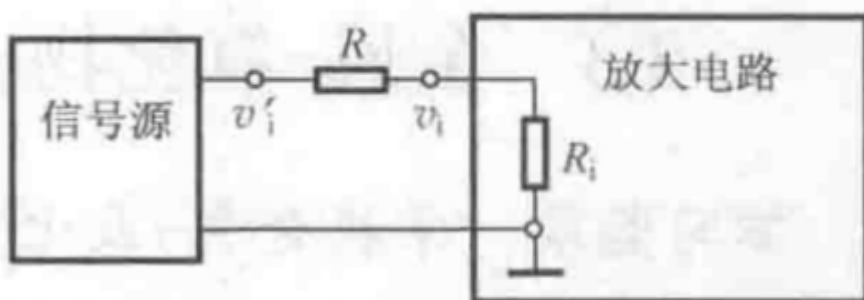
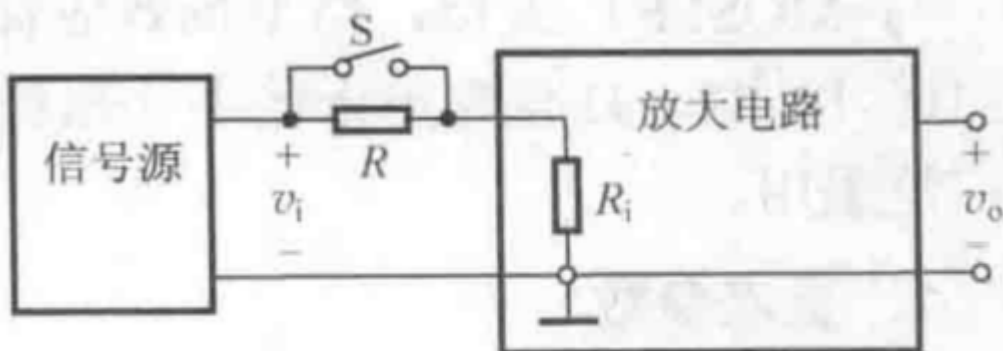

图 3.2.8 输入电阻测试局部示意图
图 3.3.7 高输入电阻测试局部示意图
- 由于MOSFET放大电路的输入电阻较大，所以当测量仪器的输入电阻不够大时，采用图3.2.8所示的方法可能存在较大误差，改用如图3.3.7所示的测量输出电压的方法更好